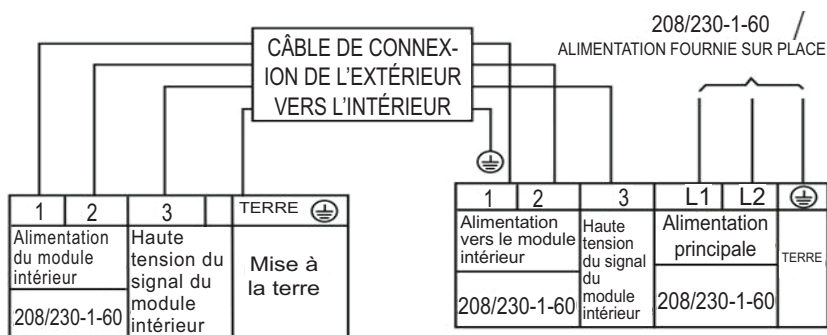
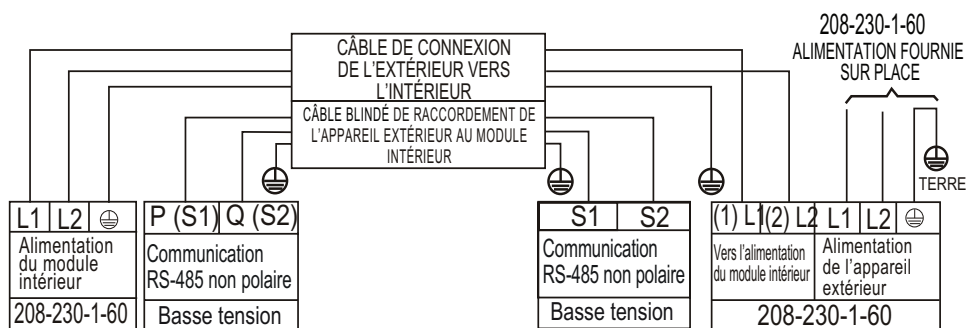

Fig. 43 – Schémas de raccordement (capacités de 9K à 24K)
Fig. 44 – Schémas de raccordement (capacités de 36K et de 58K)
2. Raccordez le câblage de l'appareil extérieur conformément au schéma de câblage (Voir Fig. 43 – à la page 16 et Voir Fig. 44 – à la page 16).